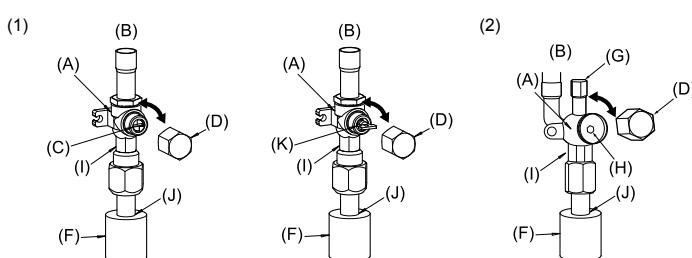

Fig. 4-5
- Côté gaz de RP100-140 (Fig. 4-5)